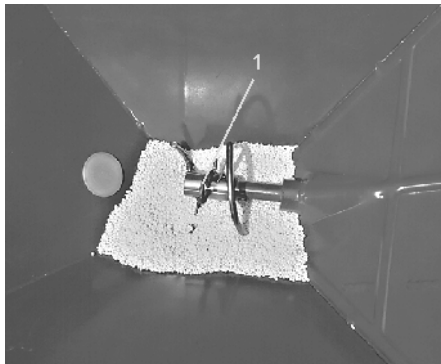

Fig. 61
- Avskjæringssikringen for akselen i røremekanismen er med et fjærelement på rørespiralen (Fig. 61/1).